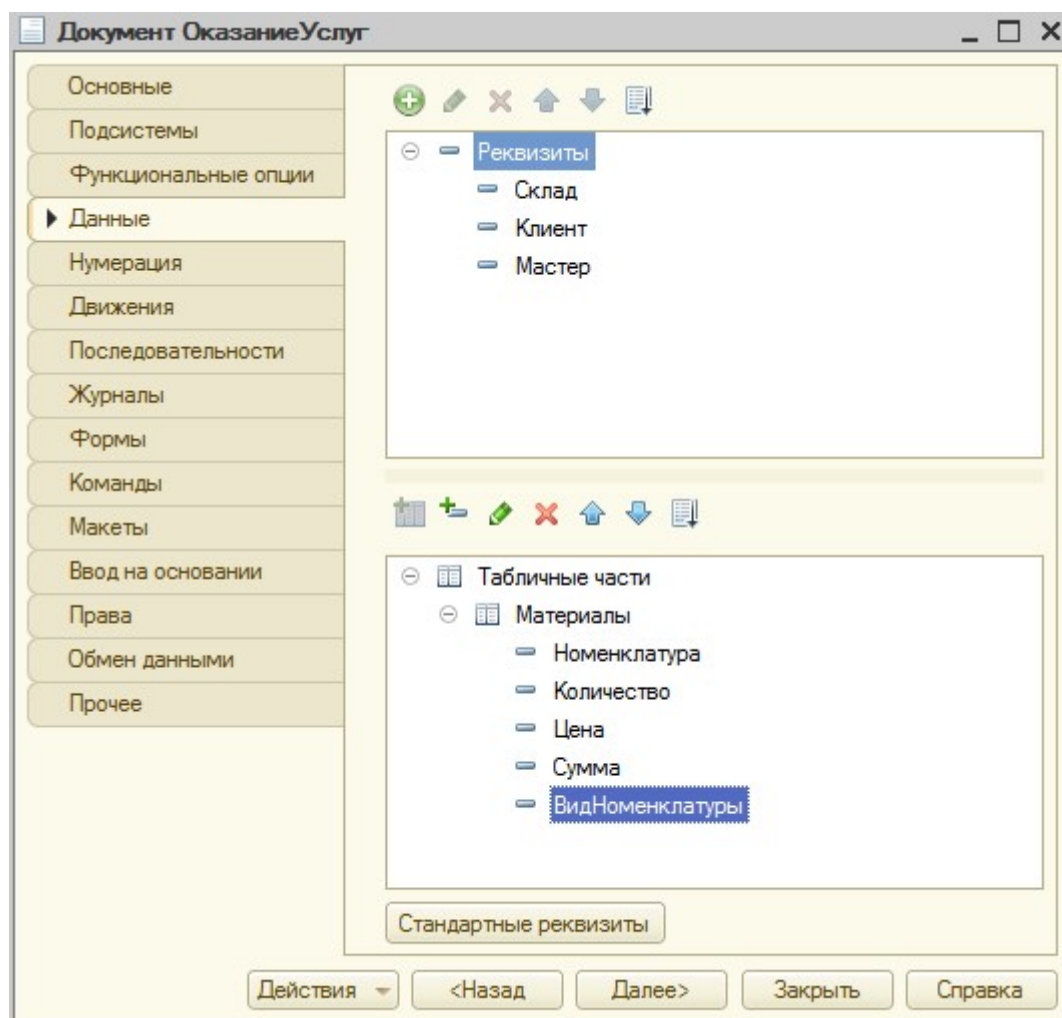

Рисунок 47 Добавление реквизита табличной части
14. В табличную часть **Материалы** документа **ОказаниеУслуг** добавьте новый реквизит табличной части **ВидНоменклатуры**. В свойстве **тип** установите **ПеречислениеСсылка.ВидНоменклатуры** (рис. 47).